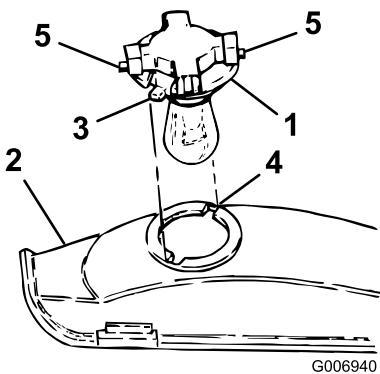

Figure 52
3. Dévissez l'embase d'un quart de tour dans le sens anti-horaire et enlevez-la du réflecteur (Figure 52).